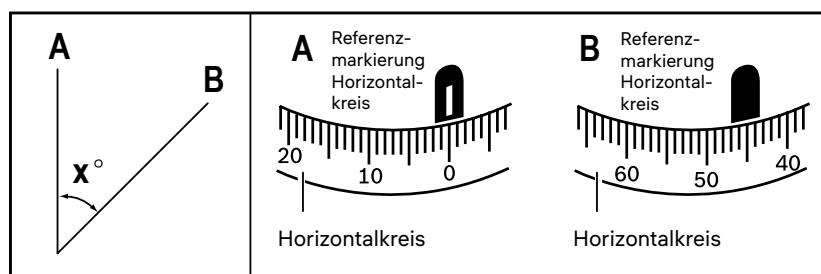

Abbildung 6
- Fokussieren Sie das Instrument auf die Latte A. Drehen Sie den Horizontalkreis (2), bis die Markierung "0" mit der Referenzmarkierung (3) übereinstimmt (Abb. 6).
- Fokussieren Sie das Instrument auf die Latte B. Notieren Sie die Winkelmessung der Referenzmarkierung (3) des Horizontalkreises (Abb. 6).
Der Winkelwert in Abbildung 6 ist 45° .
- Enfoque el instrumento en la barra A. Gire el círculo horizontal (2) hasta que la marca "0" quede alineada con la marca de referencia (3) (Fig. 6).
- Enfoque el instrumento en la barra B. Anote el valor de ángulo que la marca de referencia (3) indica en el círculo horizontal (Fig. 6).